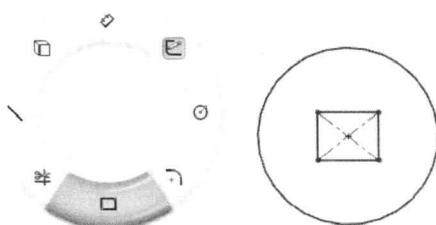

图1-12
5. 绘制矩形。在鼠标笔势中单击鼠标右键并向下拖动鼠标指针选择矩形工具③，在属性管理器中选择④，绘制矩形，如图 1-12 所示。